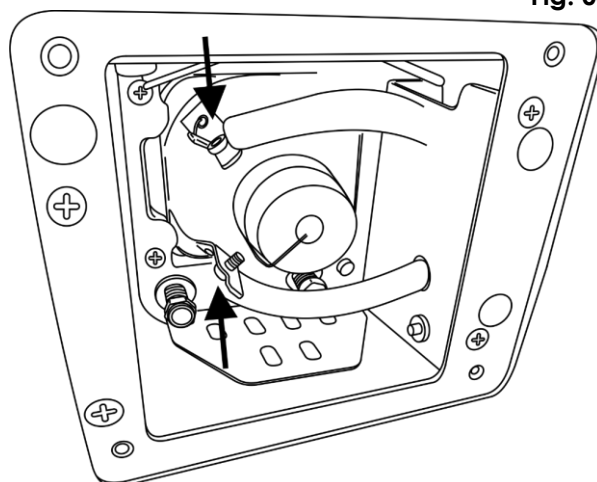

Fig. 06
- 05) Allentare le viti e togliere l'alloggiamento della lampada (fig. 06).
- 07) Inserire la nuova lampada nell'alloggiamento, quindi serrare le viti (fig. 06).